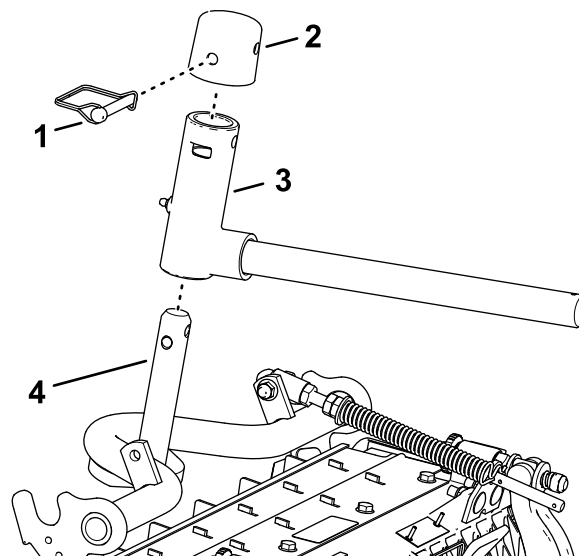

Figura 26
2. Monte el brazo giratorio en el pivote del bastidor de tiro (Figura 26).